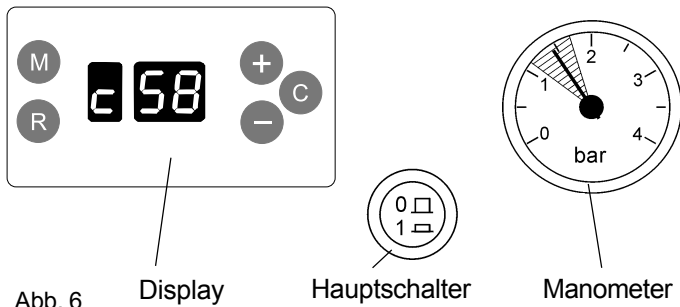

Abb. 6
Wenn Sie die Frontklappe des Gerätes öffnen, sehen Sie das Display, den Hauptschalter und das Manometer (Abb. 6).
- Füllen Sie Wasser nach, bis das Manometer einen Heizungsanlagendruck von mindestens 1,2 bar bis 1,5 bar anzeigt (Abb. 6).